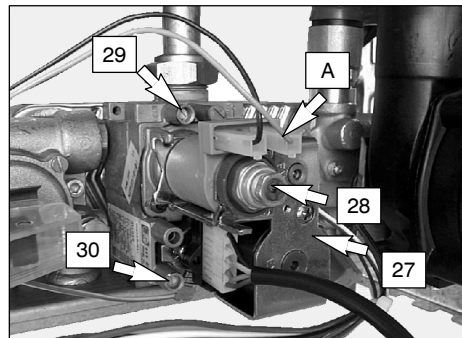

fig. 7.2
- 12 **Chiudere la presa di pressione 29** in fig. 7.2
- 4 Aprire la presa di pressione 29 in fig. 7.2 e collegare un manometro.
Dopo ogni misurazione delle pressioni gas, **richiudere bene** le prese di pressione utilizzate (30 e 29 in fig. 7.2). Dopo ogni operazione di regolazione gas **gli organi di regolazione della valvola devono essere sigillati**.
- 2 A caldaia spenta (fuori servizio), controllare la pressione di alimentazione utilizzando la presa 30 in fig. 7.2 e confrontare il valore letto con quelli riportati nella tabella **Pressioni di alimentazione gas** a pag. 12, 13
- 7 Prelevare un'abbondante quantità d'acqua calda sanitaria. Confrontare il valore di pressione misurato con quello indicato in tab. 7.1 Per tarare la pressione al bruciatore agire sul dado in ottone dell'operatore modulante 28 in fig. 7.2
- 8 Sconnettere il filo di alimentazione "A" dell'operatore modulante 28. Fare attenzione che non vada a toccare le parti metalliche della caldaia fig. 7.2
- 9 Confrontare il valore di pressione misurato con quello indicato in tab. 7.2 e tab. 7.3 Per tarare la pressione al bruciatore agire sulla vite in plastica tenendo fermo il dado in ottone dell'operatore modulante 28 in fig. 7.2
- 10 Collegare il filo di alimentazione "A" dell'operatore modulante fig. 7.2